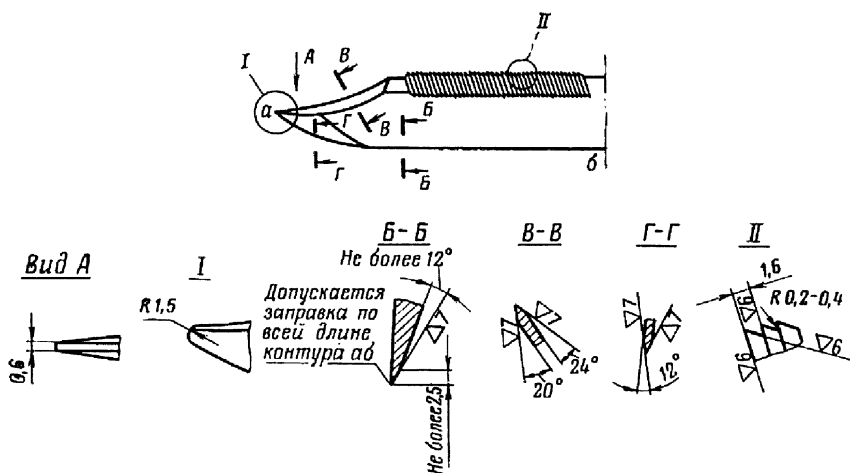

Рис. 49. Ремонт клинка
9.4.6. При изломе острия клинка заточить его (рис. 49).
9.4.7. При загибе острия клинка выправить острие и при необходимости заточить (рис. 49).
9.4.8. При забоинах и притуплениях на лезвии и пиле клинка восстановить профиль заточкой (рис. 49).